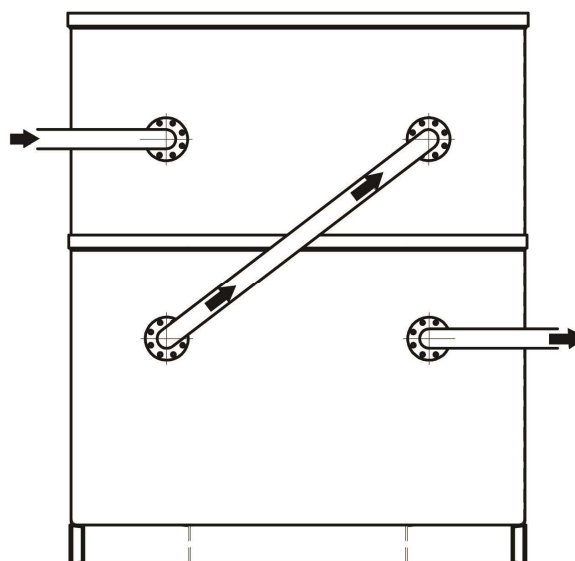

Fig. 9
- a.2) Connection of primary circuit in by-pass: This type of circuit is made to increase the speed of the fluid to be cooled. The connection should be made as shown in figure 9. (Depending on customer needs)
- a.2) Raccordement du circuit primaire en série: ce type de raccordement sera réalisé pour augmenter la vitesse du fluide à réfrigérer. La connexion sera réalisée comme il est montré sur la fig.9. (Selon les besoins du client)